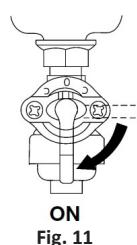

Fig. 11
- Rotiți robinetul de combustibil în poziția "ON" (pornit). (Fig. 11)